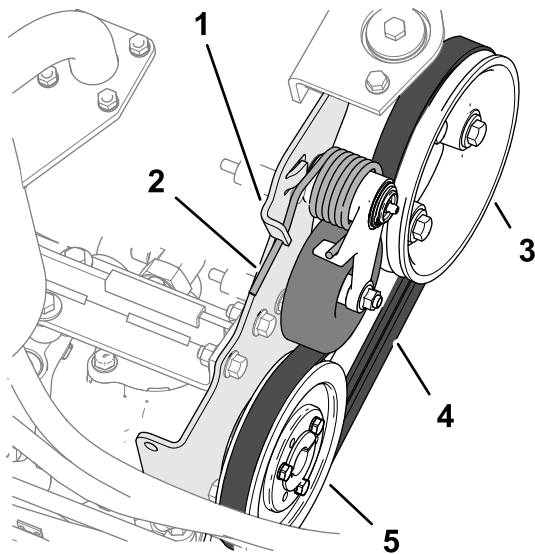

Bild 84
2. Drücken Sie das Ende der Riemenfeder nach unten und aus der Kerbe in der Lasche der Pumpenhalterung heraus, und schieben Sie das Federende nach vorne (Bild 84).